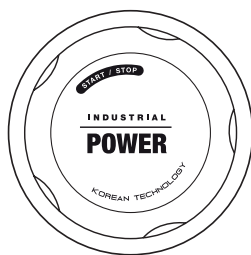

Рис. 6
- Переведите выключатель на мойке в положение «**START**» (Рис. 6). Двигатель начнет работать создавая давление в системе, при достижении максимального значения давления двигатель остановится.
- Переведите выключатель в положение «**STOP**» (Рис. 6).